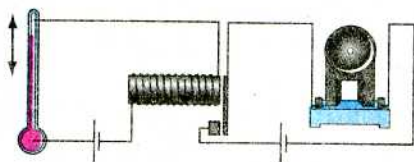

Рис. 3
3. На рис. 3 подано схему будови автомата, що спрацьовує за певної температури. Назвіть основні частини цього пристрою, поясніть принцип його дії. Де доцільно встановлювати такі автомати?